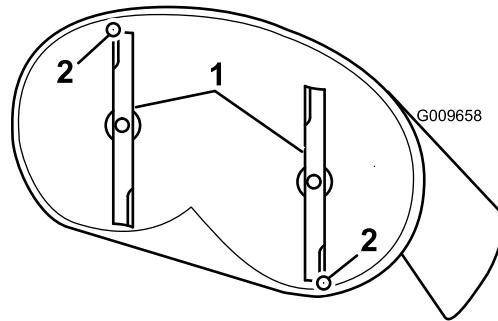
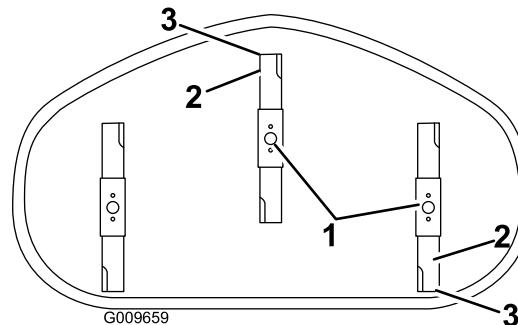

Bild 67
Bild 68
4. Drehen Sie die Messer vorsichtig, sodass sie in Längsrichtung zeigen (Bild 67 und Bild 68).
5. Messen Sie zwischen der Messerspitze vorne und hinten und der flachen Oberfläche (Bild 67 und Bild 68).
9. Überprüfen Sie nach dem Einstellen erneut die Neigung in Längsrichtung. Stellen Sie die Mutter ein, bis die vordere Messerspitze um 1,6 mm bis 7,9 mm tiefer liegt als die hintere Messerspitze (Bild 67 und Bild 68).